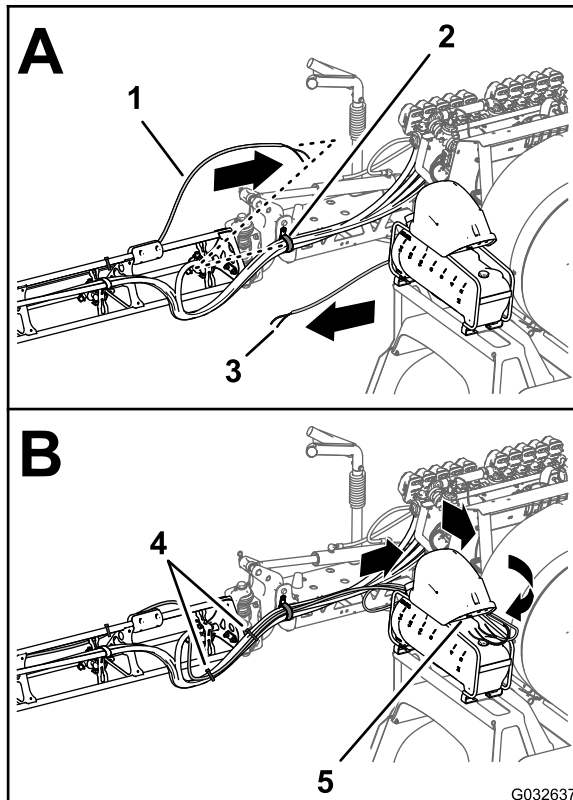

Figure 173
1. Déplacez en arrière les tubes des buses de mousse sur la section de rampe gauche et droite et passez-les dans le collier en R près du point de pivotement de chaque section de rampe extérieure (Figure 173).
2. Acheminez les tubes vers l'avant, le long du côté intérieur du compresseur du réservoir (Figure 173).
11. Attachez les tubes du traceur à mousse aux flexibles des buses du pulvérisateur avec 2 serre-câbles (Figure 173).